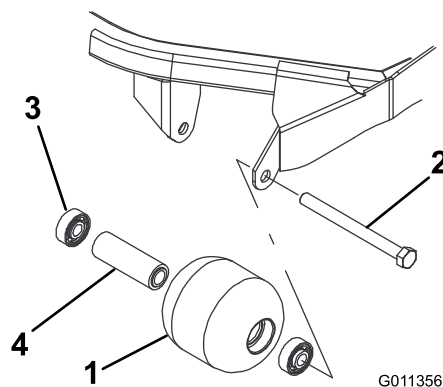

Figura 99
1. Retire el perno de montaje del rodillo (Figura 99).
4. Inspeccione el alojamiento del rodillo, los cojinetes, y el espaciador del cojinete (Figura 99) Sustituya cualquier componente dañado y vuelva a ensamblar el conjunto.
1. Introduzca a presión el primer cojinete en el alojamiento del rodillo (Figura 99). Haga presión solamente sobre el anillo de rodadura exterior, o de forma igual sobre el anillo exterior y el interior.
2. Introduzca el espaciador (Figura 99).
3. Introduzca a presión el segundo cojinete en el alojamiento del rodillo (Figura 99), haciendo presión de manera uniforme sobre el anillo de rodadura interior y el exterior hasta que el anillo de rodadura interior entre en contacto con el espaciador.